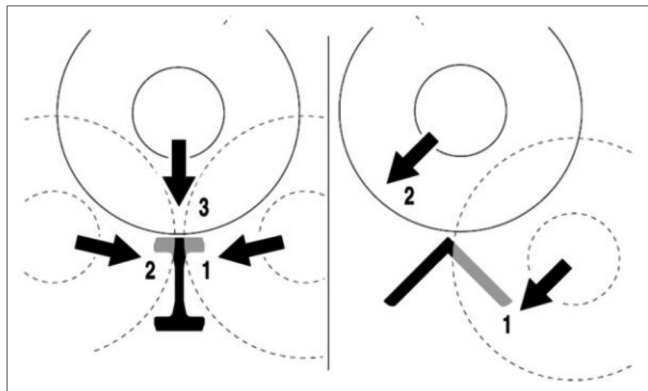

Рис. 22
14. Двутавровые балки или уголковую сталь следует разрезать ступенчато (рис. 22).